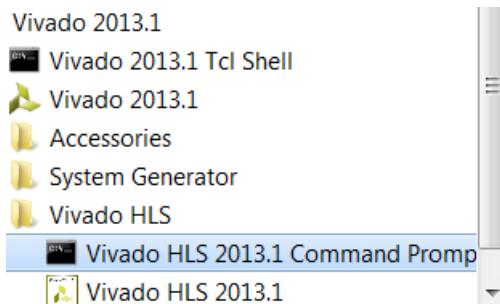

Figure 165 Vivado HLS Command Prompt
- a. On Windows use **Start > All Programs > Xilinx Design Tools > Vivado 2013.1 > Vivado HLS > Vivado HLS 2013.1 Command Prompt** (Figure 165).